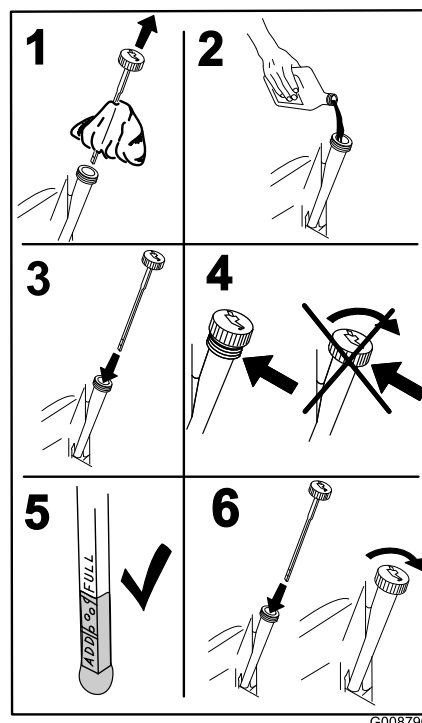

Figure 46
4. Versez lentement environ 80% de l'huile spécifiée dans le tube de remplissage puis faites l'appoint lentement jusqu'à ce que le niveau atteigne le repère du plein (**Full**) (Figure 46).